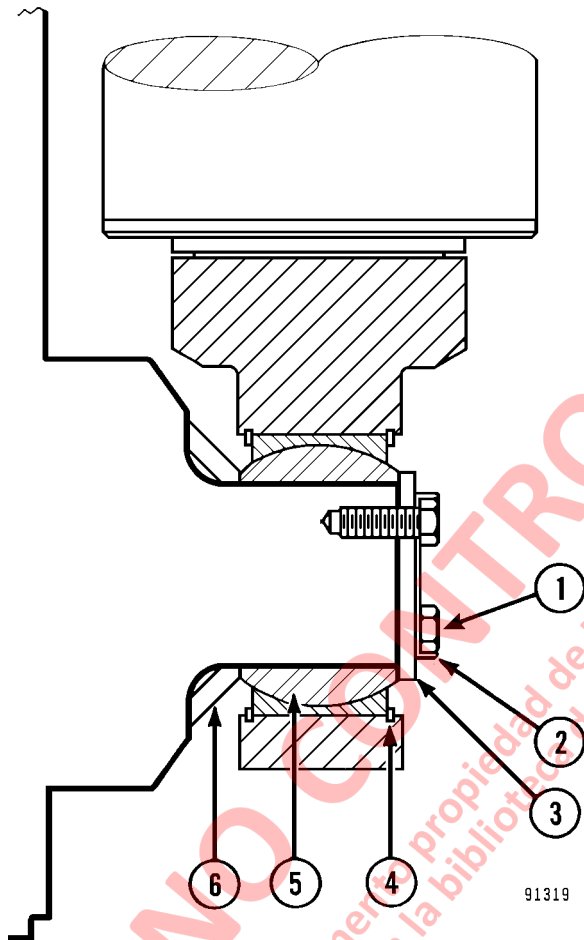

FIGURA 8-18. SOPORTE INFERIOR DEL CILINDRO DE LEVANTE
1. Levante el cilindro a la posición sobre el punto pivote del bastidor. El cilindro debe estar posicionado de manera que el tapón de ventilación de purga de aire quede en la parte superior, en dirección a la parte delantera del camión. Instale el espaciador (6, Figura 8-18). Alinee la argolla de soporte con el punto pivote y empuje el cilindro a su lugar.
2. Instale la placa de retención (3), la placa de bloqueo (2) y los tornillos nuevos (1). Apriete los tornillos a **465 N·m (343 ft lb)**. Doble las aletas de la placa de bloqueo sobre las cabezas planas de los tornillos.
7. En el montaje inferior, enderece las aletas de la placa de bloqueo para poder sacar los pernos. Retire todos los tornillos (1, Figura 8-18), la placa de bloqueo (2) y la paca de retención (3).
NOTA: No pierda el espaciador (6, Figura 8-18) entre el rodamiento del cilindro y el bastidor.
1. Si se necesita retirar los rodamientos de la argolla del cilindro de levante, retire el anillo de retención (4, Figura 8-18) y empuje el rodamiento para sacarlo.